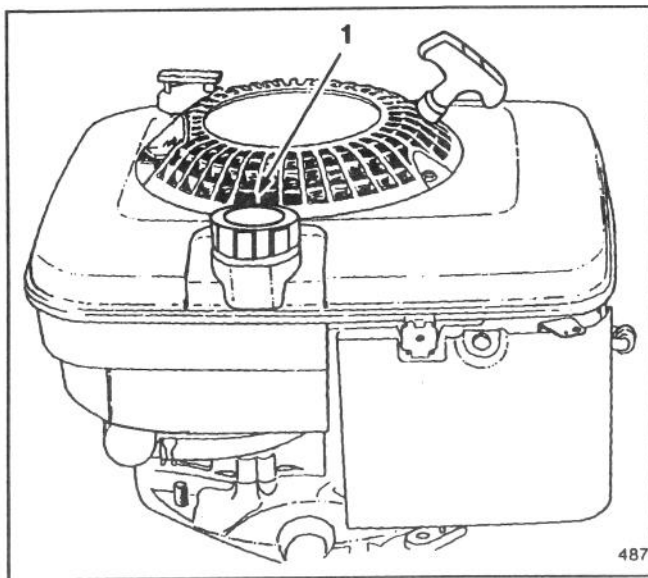

Abb. 5
1. Rund um den Kraftstofftankverschluß reinigen und die Kappe vom Tank entfernen (Abb. 5). Den Tank nicht voll füllen. Bei bleifreiem Benzin den Kraftstofftank bis zu 6-13 mm unter den Einfüllstutzen füllen. Benzin darf nicht im Einfüllstutzen stehen.